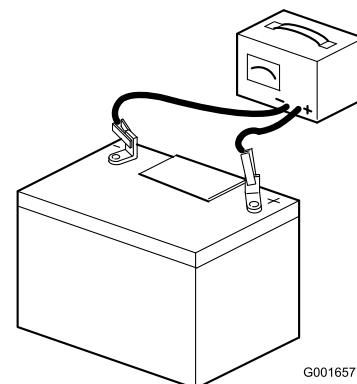

Figura 39
2. Collegate un caricabatterie da 3 – 4 A ai poli della batteria (Figura 39). Caricate la batteria a 3 – 4 ampere per 4 – 8 ore.